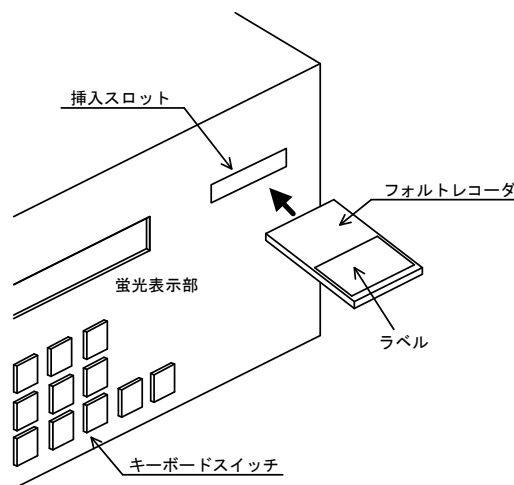

図8-3 フォルトレコーダの装着
- (2) フォルトレコーダの挿入は図8-3のようにして下さい。計測部のフォルトレコーダ挿入用スロットにフォルトレコーダの向きを確認し、ストッパが掛るまで差し込んで下さい。フォルトレコーダ挿入時に「電池」表示LEDが赤より緑に点灯し、次の表示が5秒間表示されることを確認します。